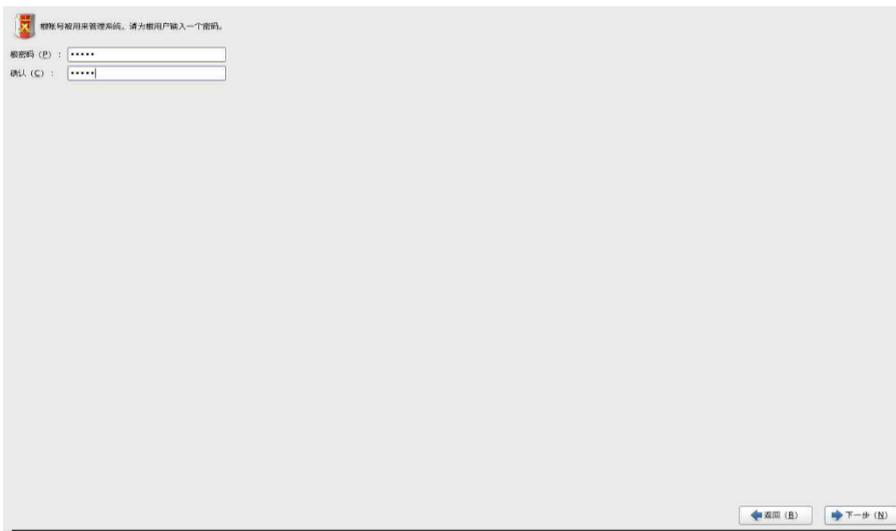

图 6-28
- j. 单击下一步，进行根密码设定。如图 6-28 所示。